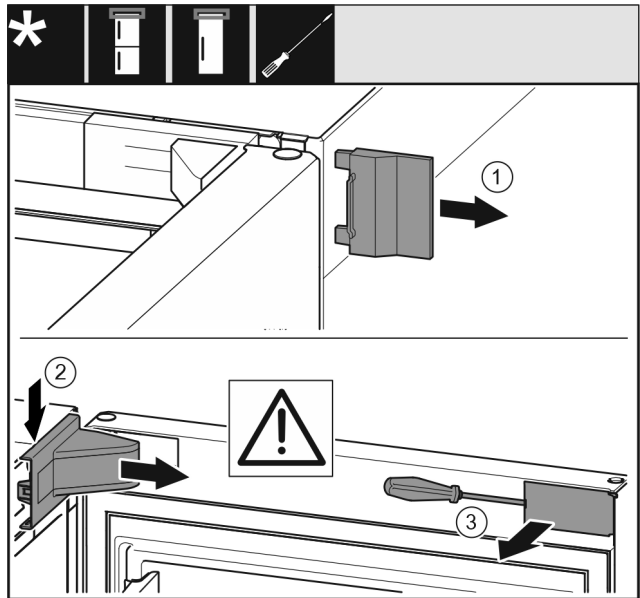

Fig. 7
- Vegye le a külső fedelet Fig. 7 (1).
- Pattintsa ki és vegye le a csapágybak fedelét Fig. 7 (2).
- Pattintsa ki a takarólemezt Fig. 7 (3) lapos csavarhúzóval, és fordítsa oldalra.